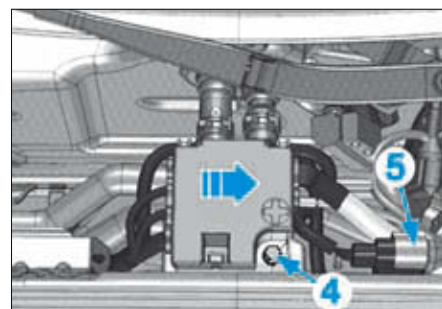

FIG. 6
- Déposer la patte de maintien (3).
- Dévisser la vis (4) et dégager le boîtier de distribution (Fig.6).
- Retirer le connecteur (5) de l'alimentation de la batterie.